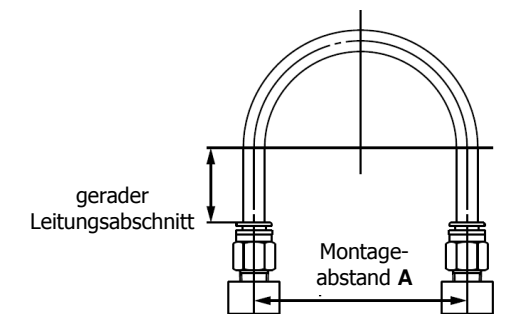

Abb. 7
- Beim Montieren von Schläuchen mit Steckverbindungen für den Schlauch eine Reservelänge vorsehen, siehe Abb. 7.